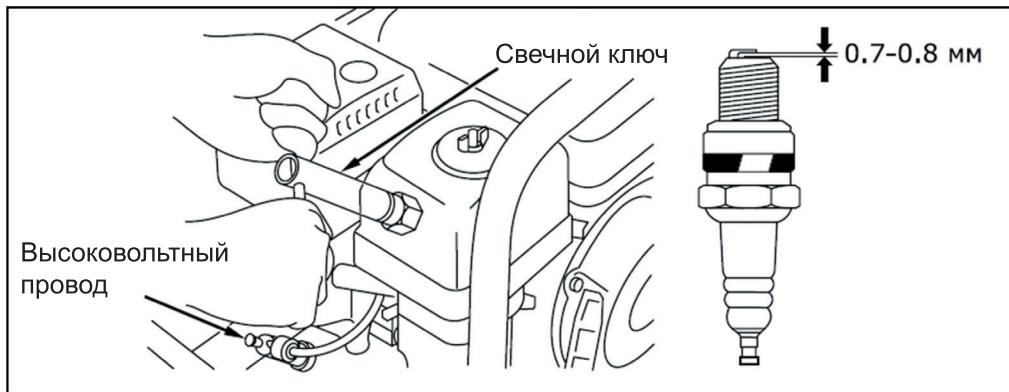

Рис. 30
1. Снимите со свечи колпачок высоковольтного провода (рис. 30).